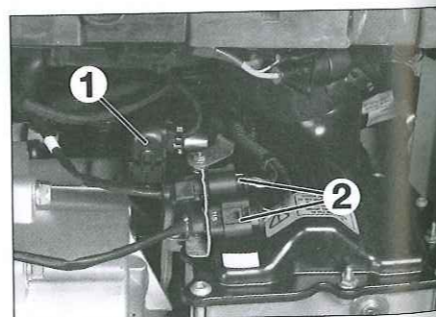

Fig. 6
- Desconectar el conector del calculador de la caja de velocidades (1) (Fig.6).
- Desconectar los dos conectores inferiores (2) (Fig.6).